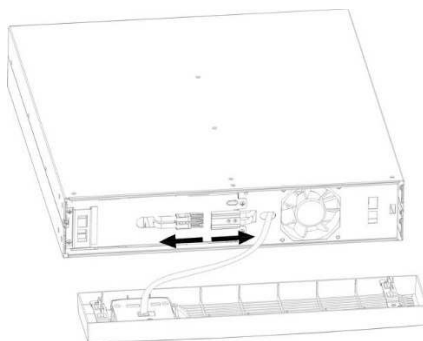

Figura 25: Separazione del collegamento a spina delle batterie
2. Separare il collegamento a spina delle batterie (cfr. Figura 25).